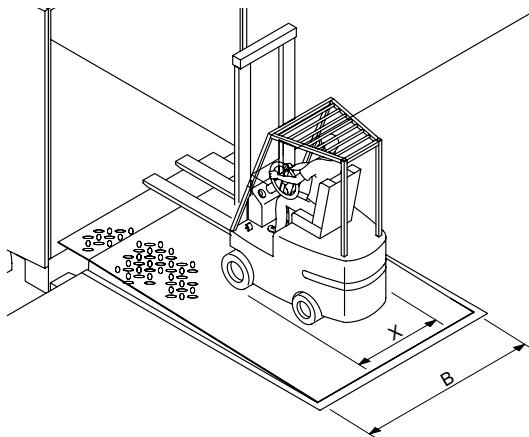

Рис. 3. Ограничения по эксплуатации погрузочных средств
- не превышайте максимальную нагрузку на платформу (6 тонн). Максимальная нагрузка соответствует сумме веса погрузчика, весов перевозимого груза и водителя. Разрешается использование погрузочного оборудования (погрузчики, электрические тележки, гидравлические ручные тележки и т. п.), у которого максимальная ширина расположения колес **X** меньше ширины платформы **B** как минимум на 700 мм (рис. 3). При этом контактные поверхности небольшого размера у небольших и жестких колес могут вызвать серьезные деформации платформ, не рассчитанных на такие нагрузки. Подобная деформация (колея) является допустимой в соответствии с указанными в стандарте EN 1398 предельно-допустимыми значениями.